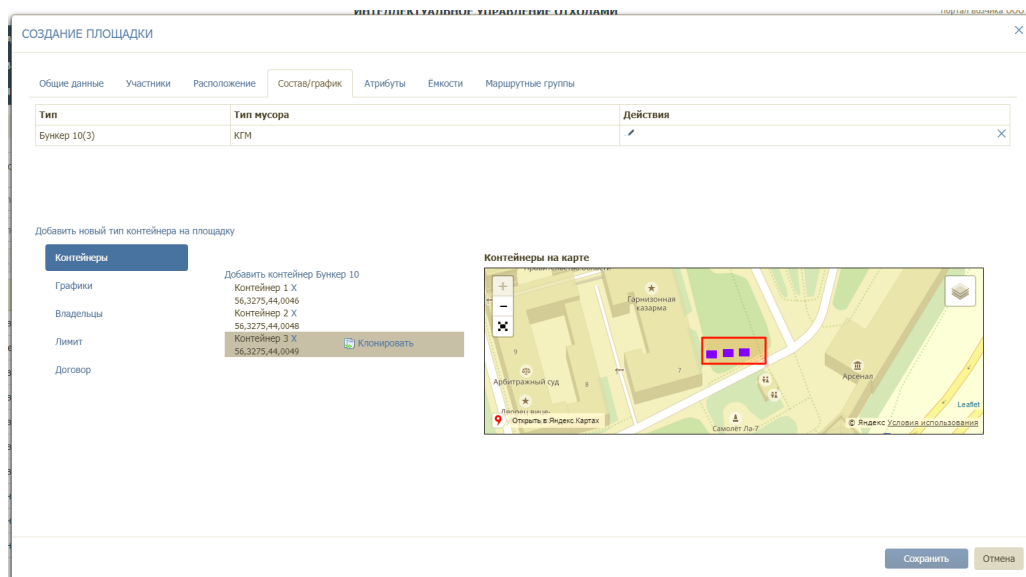

Рисунок 65. Добавление на площадку контейнеров
**Контейнеры:** необходимо нажать на ссылку «Добавить контейнер» столько раз, сколько контейнеров размещено на площадке (Рисунок 65):